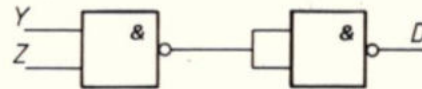

Fig. 13a.
c. Uit (b) blijkt dat X geen invloed heeft op het al of niet branden van de lamp. Dus blijft een simpele AND-functie over: $D = Y \cdot Z$. Zie fig. 13a.